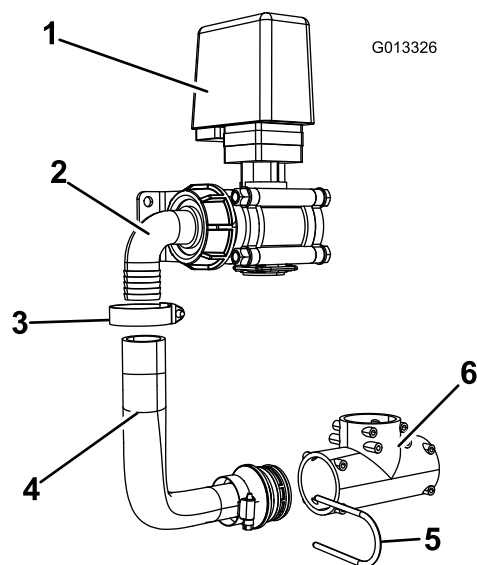

Figura 15
2. Allentate la fascetta stringitubo che fissa il flessibile dell'agitatore al raccordo a 90° sulla valvola dell'agitatore, e staccate il flessibile. Rimuovete la forcella di fissaggio che fissa l'altra estremità del flessibile al raccordo a T. Scartate il gruppo del flessibile dell'agitatore. Conservate la fascetta stringitubo e la forcella di fissaggio (Figura 15).